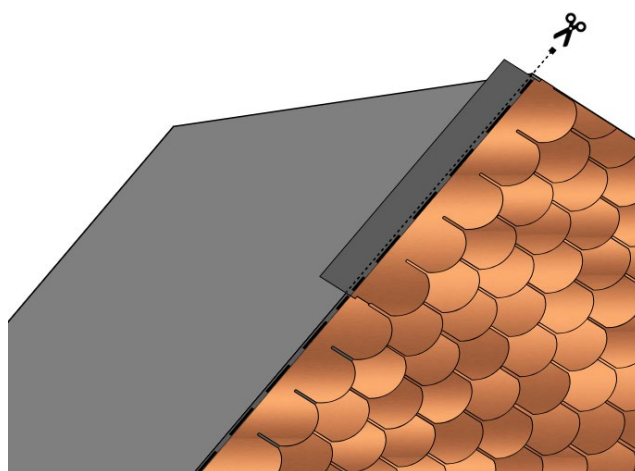

Fig. 18 - Installazione delle tegole al colmo
- Ripetere la procedura di posa delle tegole canadesi per file, fino alla completa copertura della falda. Lasciare gli ultimi centimetri di membrana bituminosa esposta, tagliando la parte superiore dell'ultima fila di tegole, Fig. 18.